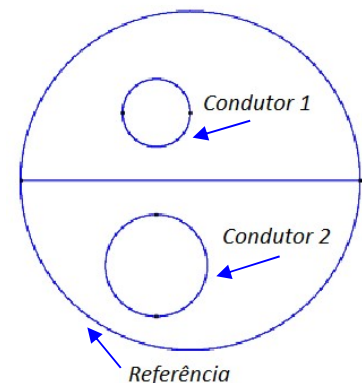

Fig. 2 **Caso 2** - tubos metálicos cilíndricos paralelos no interior de um terceiro.
O segundo caso a ser simulado através do **FEMM** consiste em dois tubos metálicos cilíndricos de 10 cm de comprimento, dispostos paralelamente no interior de um terceiro tubo metálico oco de mesmo comprimento, conforme ilustrado na Fig. 2 (corte transversal). Os tubos internos foram denominados *Condutor 1* e *Condutor 2*, e o tubo externo, que envolve os anteriores, foi chamado de *Referência*. Cada tubo interno tem seu centro situado à mesma distância da linha diametral que separa o tubo externo em dois. O arquivo de projeto para esse caso de estudo é denominado **parciais.FEE**.
- [1,0]** O modelo de Circuito Elétrico Equivalente do sistema da Fig. 2 possui um elemento C_{10} , que é a capacitância parcial entre o *Condutor 1* e a *Referência*. Obter numericamente esse valor e determinar a carga no condutor *Referência*. Há uma relação entre esses dois valores. Justificá-la fisicamente.